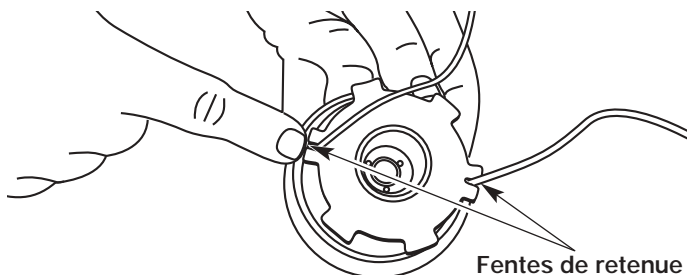

Fig. 39
- Insérez les extrémités du fil dans les deux fentes de retenue (Fig. 39).